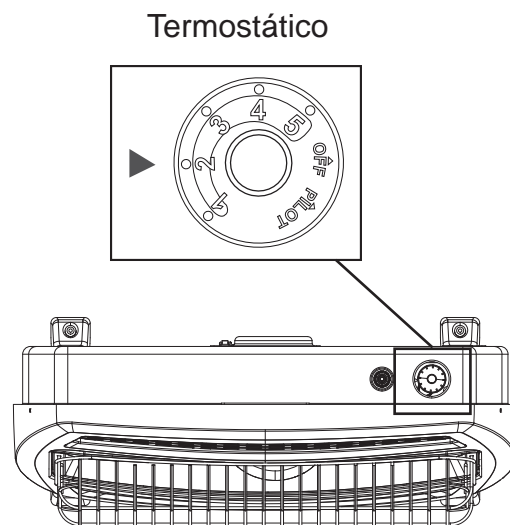

Fig. 25 - Posición de la perilla de control
El termostato usado en este calefactor detecta la temperatura ambiente. A veces, la temperatura ambiente puede ser mayor que la temperatura de ajuste. Si eso ocurre, el calefactor se apagará. El quemador se activará cuando la temperatura ambiente caiga abajo de la temperatura de ajuste. La perilla de control se puede ajustar a cualquier nivel de comodidad entre "HIGH" (5) y "LOW" (1) (Ver Fig. 25).